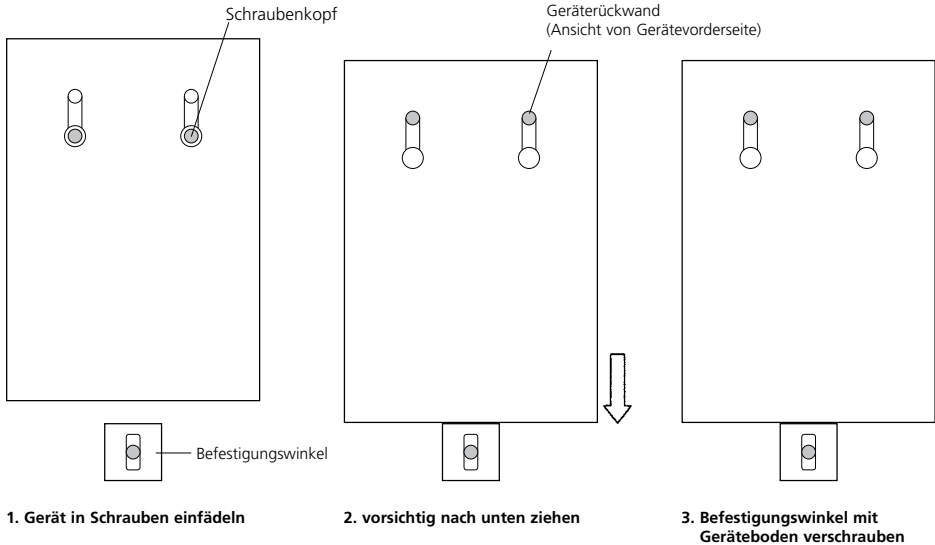

Bild 2: Einhängen des AIRVAC 2002 in die Befestigungsschrauben
- Gerät wie in Bild 2 beschrieben in die beiden oberen Schrauben einhängen und vorsichtig nach unten ziehen.